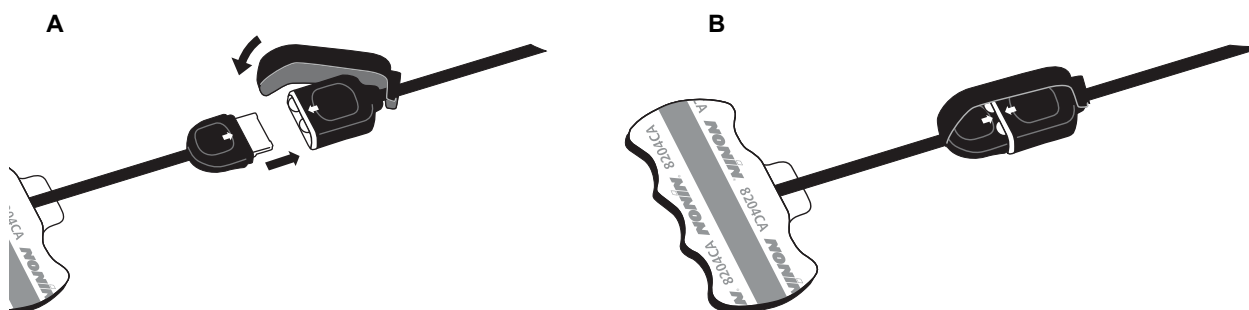

Figura 15: Ligue o sensor ao cabo intermédio
- Alinhe as setas no conector do sensor com o INT-100 (figura 15-A). Introduza o conector do sensor na porta de ligação do INT-100.
- Deslize o mecanismo de bloqueio do sensor para a porta de ligação. Fixe o mecanismo de bloqueio do sensor de forma a cobrir as partes laterais da porta de ligação e o conector do sensor. O cabo do sensor ajusta-se na ranhura presente no mecanismo de bloqueio do sensor (figura 15-B).